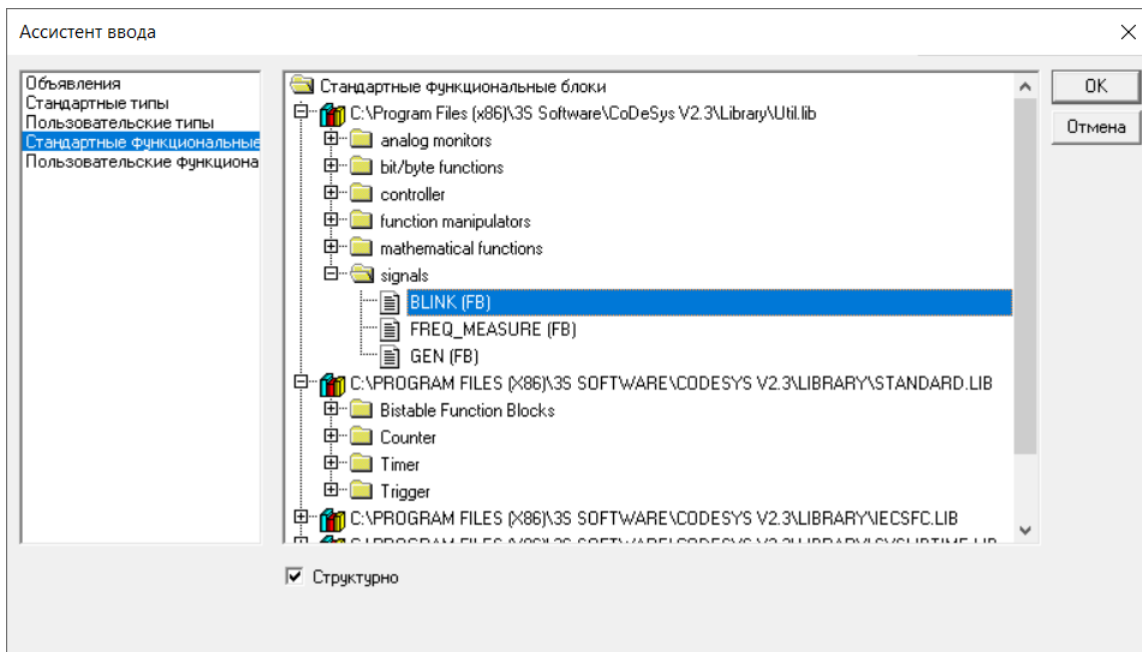

Рисунок 7.9 – Окно «Ассистент ввода»
4. В открывшемся окне «Ассистент ввода» (см. рисунок 7.9), в левой части, где отображается перечень доступных типов добавляемых объектов, выделить требуемый тип (в данном случае – «Стандартные функциональные блоки»). В правой части окна отобразится перечень доступных объектов выбранного типа. Если флажок переключателя «Структурно» в нижней части окна установлен, то перечень отображается в виде иерархического структурированного списка. В противном случае перечень отображается в виде отсортированного по алфавиту линейного списка.